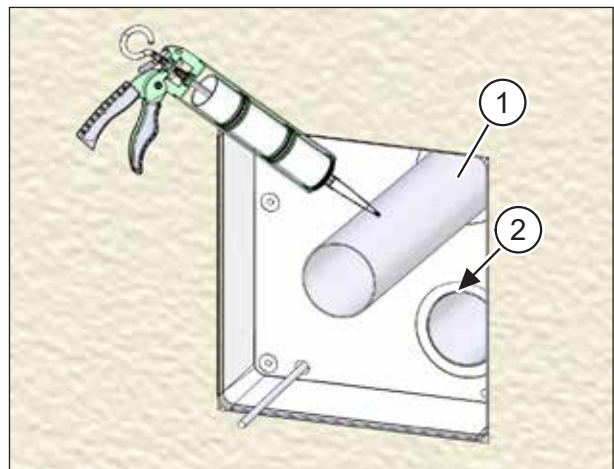

Abb. 29: Lüftungsrohre einsetzen und fixieren
- ▶ Tragen Sie dauerelastischen Dichtstoff auf die äußere Hülle der Lüftungsrohre (Pos. 1 in Abb. 29) auf.
- ▶ Schieben Sie beide Lüftungsrohre mit Drehbewegungen soweit in die Öffnungen des Montagesets ein, dass sie bündig mit der Innenseite des Montagesets abschließen (Pos. 2 in Abb. 29).